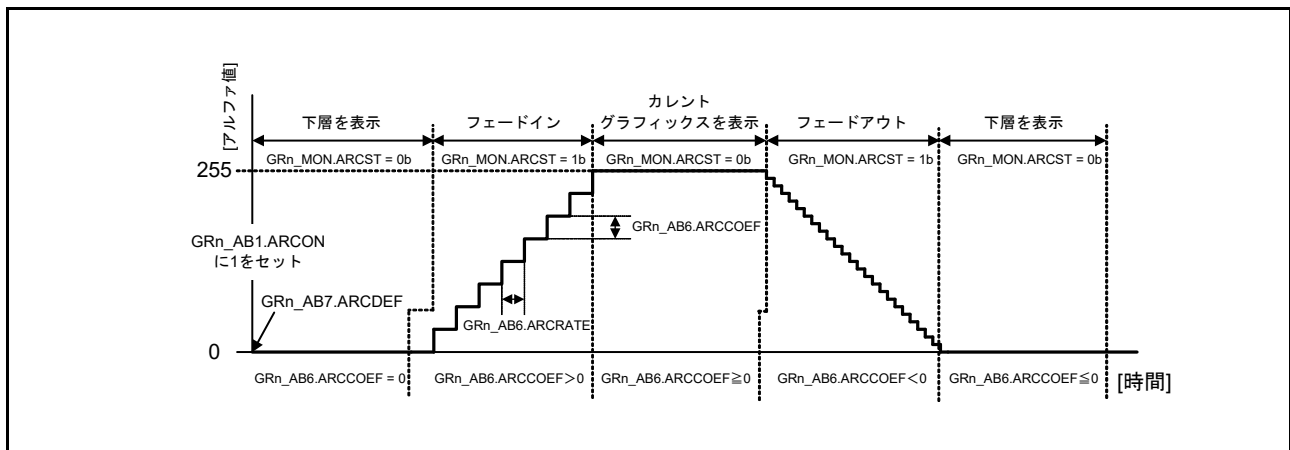

図 58.11 アルファ値の変動
矩形領域におけるアルファブレンディングでは、現在のグラフィックは GRn\_AB7.ARCDEF[7:0]、GRn\_AB6.ARCCOEF[8:0]、GRn\_AB6.ARCRATE[7:0] の設定によりフェードイン/フェードアウトします。GRn\_AB7.ARCDEF[7:0] ビットにアルファ値が設定されている場合、GRn\_AB7.ARCDEF[7:0] ビットと矩形領域のアルファブレンディングはオンになります。GRnAB1.ARCON ビットを 1 の時と、垂直同期信号 (VS) が GRn\_AB6.ARCRATE[7:0] ビットに設定された回数立ち上がるたびに、GRn\_AB6.ARCCOEF[8:0] の値がアルファ値に加算/減算されます。図 58.11 に、アルファ値の変動を示します。
矩形領域におけるアルファブレンディングの初期アルファ値を指定します。本ビットを使用して現在のグラフィックのフェードイン/フェードアウトを行う間のアルファ値の変動については図 58.11 を参照してください。